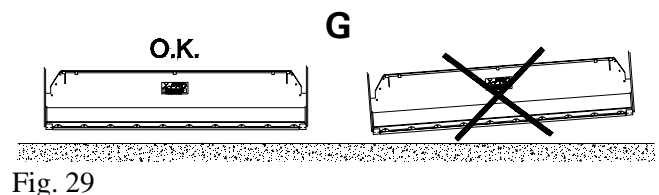

Fig. 29
- 4) Relever la souffeuse de quelques pouces et vérifier que la lame est bien parallèle au sol (Fig. 29-G). Corriger s'il y a lieu à l'aide des ajustements des cylindres (Fig. 28-B). **ATTENTION:** il faut d'abord vérifier que la souffeuse soit bien parallèle au sol. Si ce n'est pas le cas, vérifier les 3 points du tracteur, ou que le sol soit nivelé.